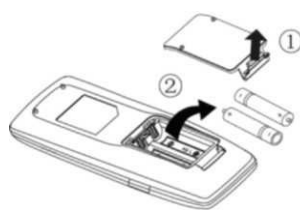

Fig. 1
- (1) Levante la tapa en la dirección de la flecha (como se muestra en la Fig. 1 ①).
- (2) Saque las baterías originales (como se muestra en la Fig. 1 ②).